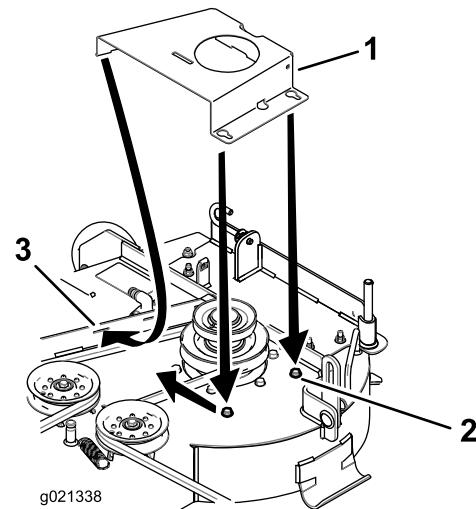

Figura 9
4. En las máquinas con controles en la cubierta de la correa (Figura 3), instale los pernos utilizados para el soporte. Consulte la Figura 9 para usar las cabezas de los pernos en la nueva cubierta de la correa de metal.
7. Deslice la cubierta metálica de la correa hacia adelante hasta que las pestañas delanteras encajen en las ranuras y las cabezas de los pernos entren en las ranuras (Figura 9).